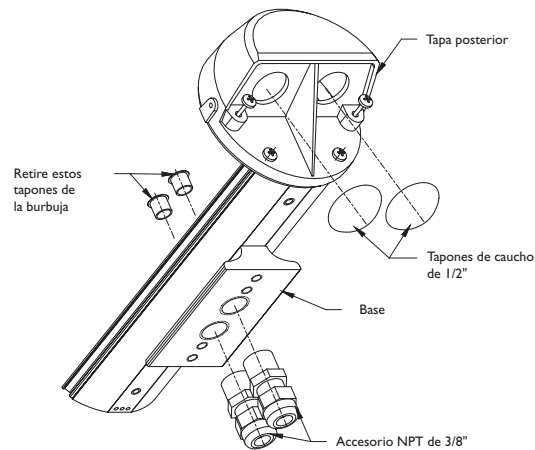

FIGURA 7: Cableado con alimentación directa
1. Antes de montar la cámara. Retire los dos tapones de burbuja situados en el interior de la carcasa. Vea la Figura 7.